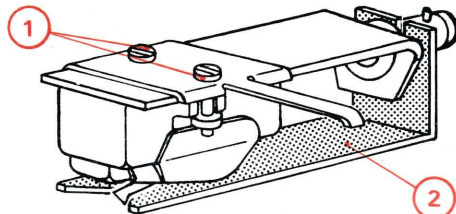

Fig. 3
A – POSITIONNEMENT DE LA CELLULE (Fig. 3)
- 1° - Placer la cellule dans la porte-cellule et serrer modérément les vis de fixation (1).
- 2° - Introduire la cale de réglage (2) (livrée en accessoire) sur le porte-cellule après l'avoir pliée, voir la Fig. 3.
- 5° - Serrer les vis de fixation (1) de la cellule.